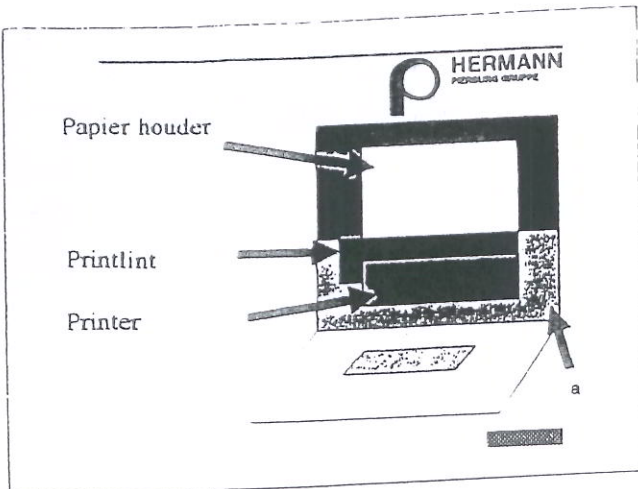

Fig. 17 Aanzicht bij geopend printerklepje
- Fig. 17 toont de geopende printerklep met printer, printlint (= 'Ribbon') en papierhouder;
- Open tevens de printerhouderplaat (Fig. 17 onderdeel 'a');